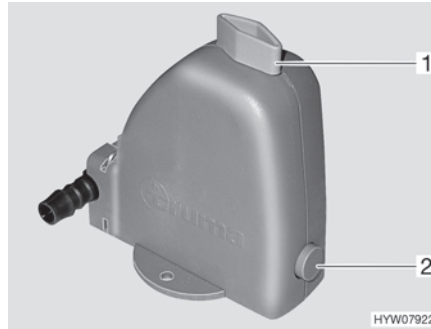

Bild 123 Sicherheits-/Ablassventil
Die Heizung ist mit einem Sicherheits-/Ablassventil (Bild 123) ausgestattet. Das Sicherheits-/Ablassventil verhindert, dass Wasser für die Warmwasser-Bereitung einfriert, wenn bei Frost die Heizung nicht eingeschaltet ist.
- Sicherheits-/Ablassventil schließen. Dazu den Drehknopf (Bild 123,1) quer zum Sicherheits-/Ablassventil drehen und den Druckknopf (Bild 123,2) hineindrücken.
- Sicherheits-/Ablassventil öffnen. Dazu den Drehknopf (Bild 123,1) längs zum Sicherheits-/Ablassventil drehen. Der Druckknopf (Bild 123,2) springt heraus. Der Brauchwasser-Behälter wird über das Sicherheits-/Ablassventil nach außen entleert.